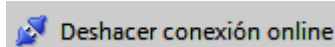

Figura 37. Deshacer conexión online.
2.  Ponga el PLC en modo Stop, verifique que no esté online con la computadora (el icono de la Figura 37 deberá estar deshabilitado), hecho esto desenergícelo y proceda a desconectarlo.